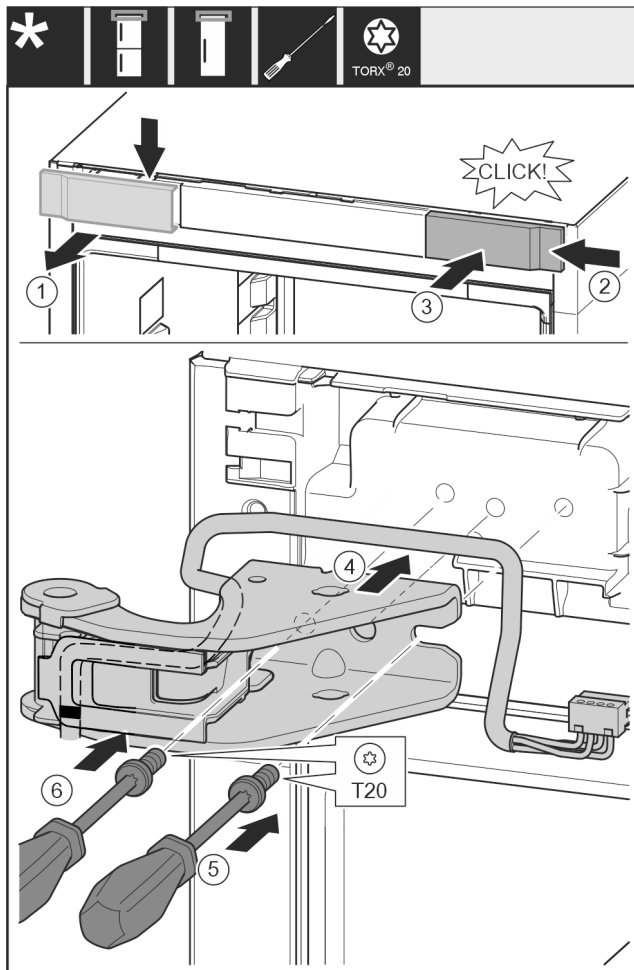

Fig. 30
- ▶ Abdeckung von oben nach vorne abnehmen. Fig. 30 (1)
- ▶ Abdeckung um 180° gedreht auf der anderen Seite von rechts einhängen. Fig. 30 (2)
- ▶ Abdeckung einrasten. Fig. 30 (3)
- ▶ Oberen Lagerbock ansetzen. Fig. 30 (4)
- ▶ Schraube mit Schraubendreher T20 ansetzen und festdrehen. Fig. 30 (5)
- ▶ Schraube mit Schraubendreher T20 einsetzen und festdrehen. Fig. 30 (6)